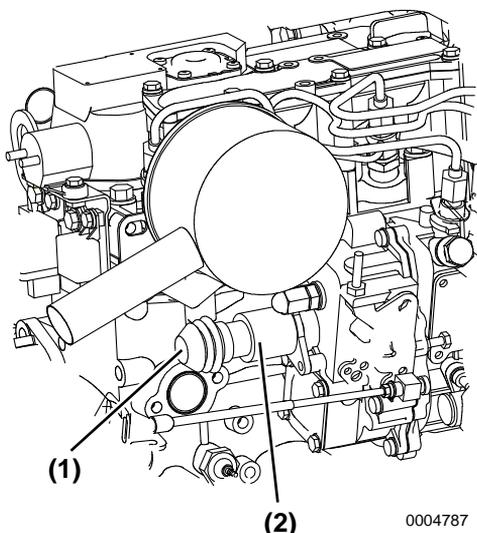

Figure 4
Si le moteur ne peut pas être arrêté au moyen du bouton STOP du tableau de commande, appuyez sur le bouton STOP (**Figure 4, (1)**) situé à l'arrière du solénoïde d'arrêt (**Figure 4, (2)**).